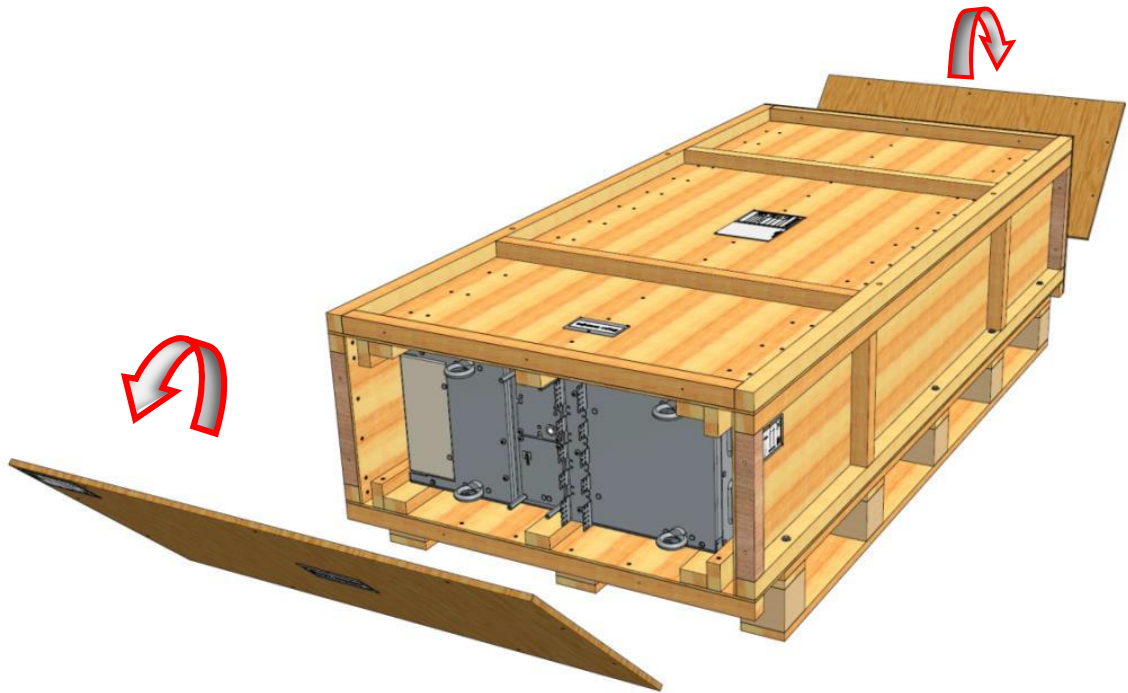

Рис.3.2. Снятие боковых стенок упаковки
1. Снять торцевые стенки упаковки, рисунок 3.2.